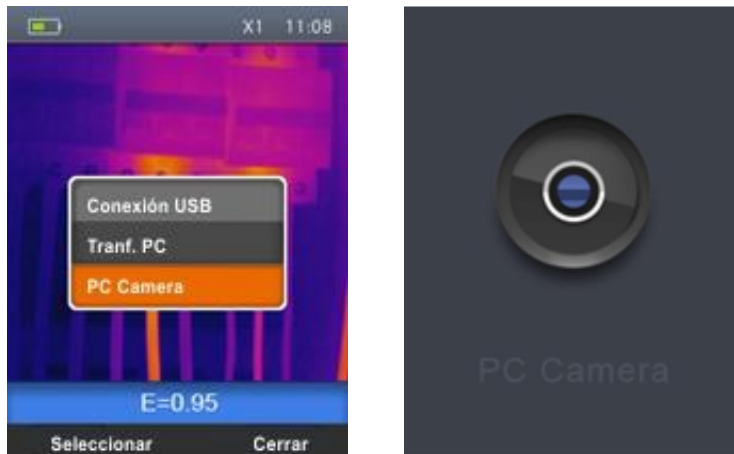

Fig. 39: Visualización imagen en tiempo real a PC
1. Conecte el cable USB al instrumento (vea Fig. 3 – Parte 16) y al PC. La siguiente pantalla (vea Fig. 39 – Parte izquierda) aparece en el visualizador:
2. Utilice las teclas $\oplus$ o $\ominus$ para seleccionar la opción “PC Cámara” y pulse la tecla “Seleccionar”. La pantalla de Fig. 39 – Parte derecha se muestra en el visualizador